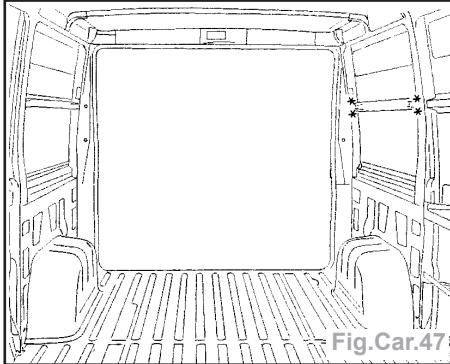

Fig.Car.47
- dégrafer les points à l'aide d'une fraise de Ø 8 mm (Fig.Car.47).